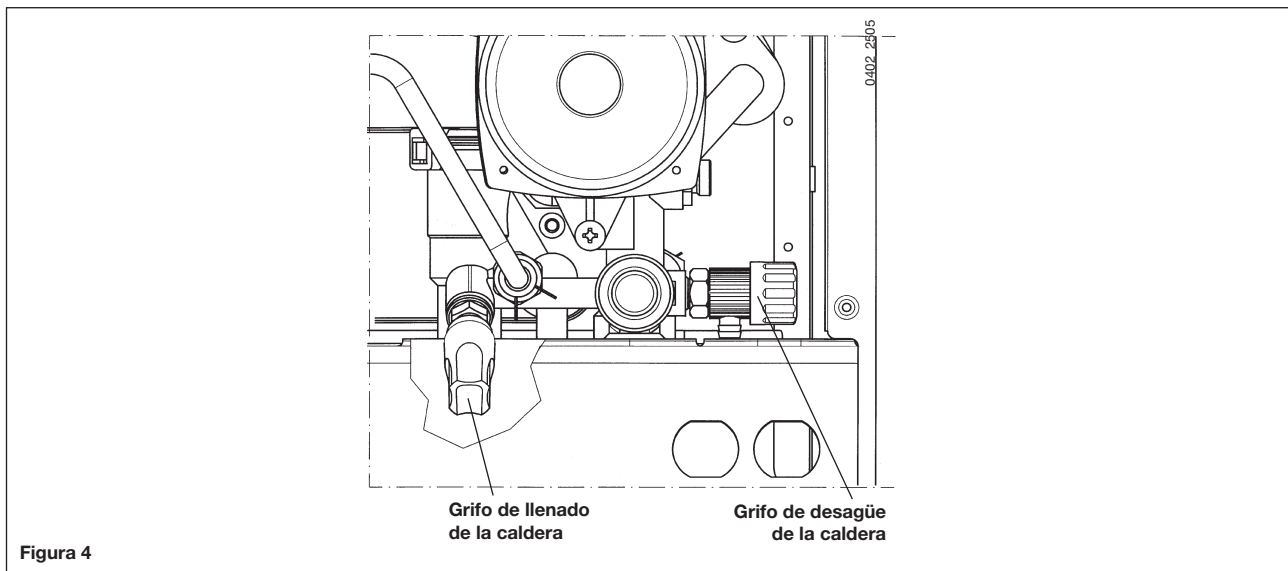

Figura 4
**IMPORTANTE:** Controlar periódicamente que la presión, leída en el manómetro (8 figura 1) y con instalación fría, sea de 1 - 1,5 bar. En caso de sobrepresión, actuar sobre el grifo de desagüe caldera. Si es inferior, obrar sobre el grifo de llenado de la caldera (figura 4).